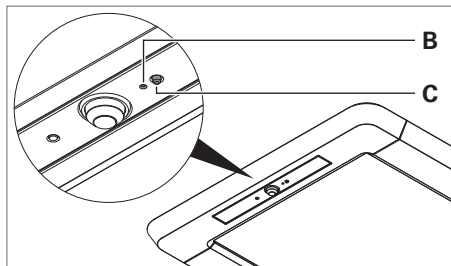
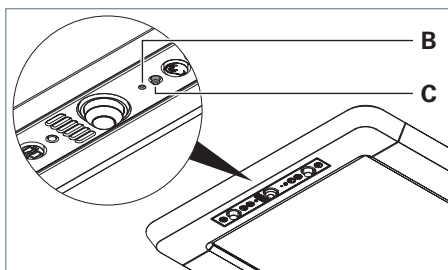

Fig. 20 : Apprentissage de l'élément de commande, modèle R.
Fig. 21 : Apprentissage de l'élément de commande, modèle RX.
- Appuyez sur la touche dans l'ouverture **B** avec l'extrémité d'un trombone courbé, voir Fig. 20 et voir Fig. 21.
- Appuyez sur la touche **C**, voir Fig. 20 et voir Fig. 21.
- ▶ Appuyez sur la touche **C**, voir Fig. 20 et voir Fig. 21.
- ▶ Appuyez sur la touche **C** et maintenez-la enfoncée, voir Fig. 20 et voir Fig. 21.